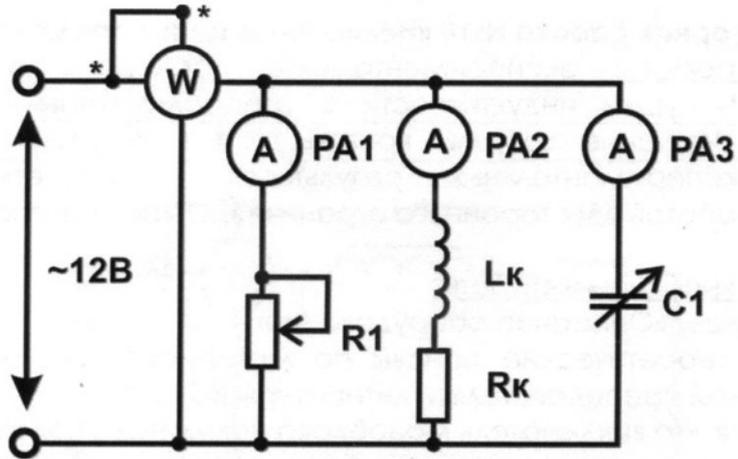

Рис. 3.1 Исследование электрической цепи переменного тока с параллельным соединением элементов
3.1 Собрать электрическую цепь с параллельным соединением резистора R_1 , катушки L_k (28мГн блока «Нелинейные элементы») и конденсатора C_1 (рис. 3.1), установив в соответствии с заданным вариантом значения сопротивления резистора R_1 и емкости конденсатора C_1 (табл. 3.1). Включение отдельных ветвей осуществлять с помощью соответствующих проводников. Предъявить схему для проверки преподавателю. В качестве источника переменного тока используется выход трехфазного генератора (50Гц).